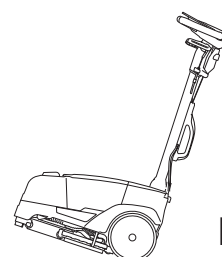

Fig.7
- 機械を後方に傾けると (図7)、必要に応じて後方または前方に動かすことができます。